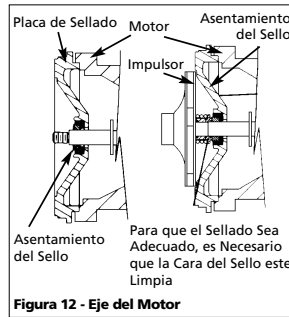

Figura 12 - Eje del Motor
- Coloque el impulsor en el eje y ajústelo bien (Figura 12).